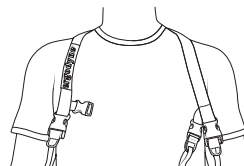

FIG. 7
2. Place the Barcode Scanner Lanyard Harness on shoulders [fig. 7]. The "Ergodyne" logo should always sit on the right shoulder when wearing [Connection Point E].
2. Colóquese el arnés sobre los hombros [fig. 7]. El logotipo "Ergodyne" debe quedar siempre sobre el hombro derecho cuando el arnés esté puesto [punto de conexión E].